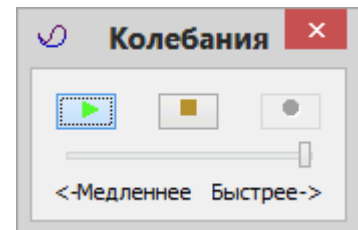

Рис.4.33. Диалоговое окно **Колебания**
- В диалоговом окне **Колебания** (рис.4.33) щелкните по кнопке – **Воспроизвести анимацию**.